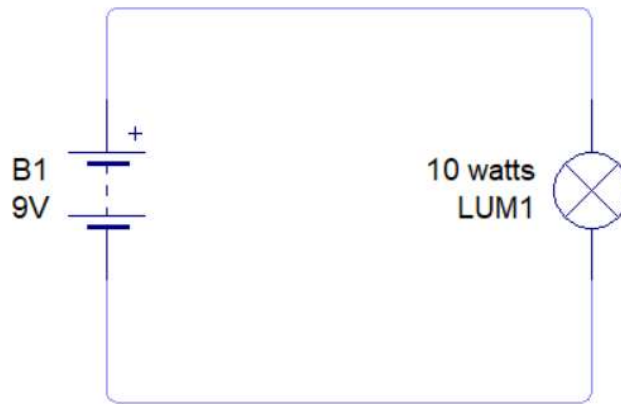

Fig.1 Circuito eléctrico
2.- Se tiene el circuito eléctrico de la Fig.1 donde tenemos una fuente de alimentación de 9 volts y una luminaria de 10 w, calcular la corriente que estaría circulando por la luminaria, y explicar por que resultaría ese resultado, e identifique las partes del circuito y la aplicación a las instalaciones eléctricas.